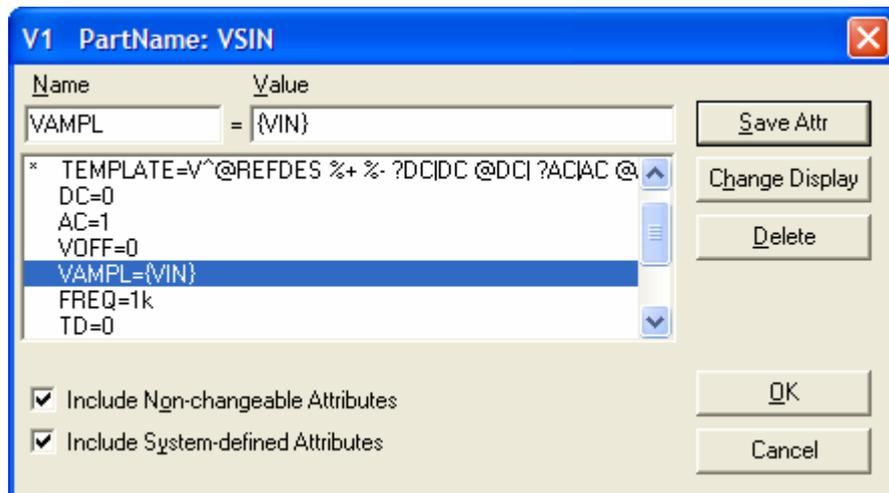

Рис. 3.3.5
2. Включить на входе схемы источник синусоидального напряжения VSIN из библиотеки SOURCE.slb. Установить атрибуты источника: DC = 0, AC = 1V, VOFF = 0, VAMPL = 10mV, FREQ = 1k (рис. 3.3.5). Скопировать моделируемую цепь в отчет.